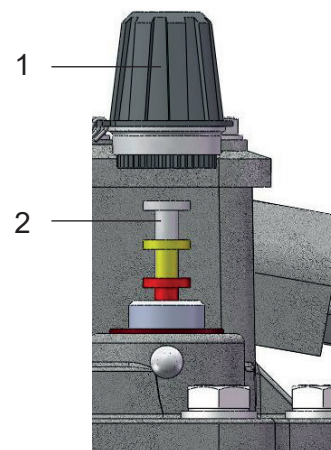

Figura 10 - Botón de control
- Desatornille la tuerca de sombrerete grande (Figura 10/ No. 1)
- Presione el botón de control (Figura 10/ No. 2) hasta la mitad y manténgalo presionado (control del sistema de conmutación superior - alarma)